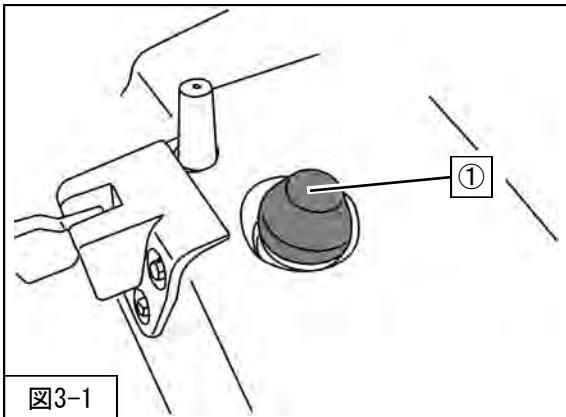

図3-1
2. ①ショックアブソーバキャップを取外してください。(図3-1)